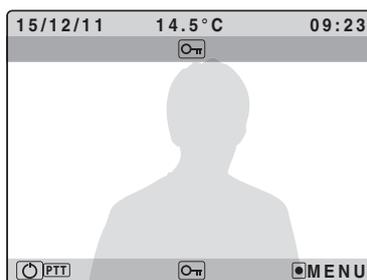

Fig.2b
- Aprire la porta premendo il pulsante  Fig.2b;
- To open the door press the  button Fig.2b;